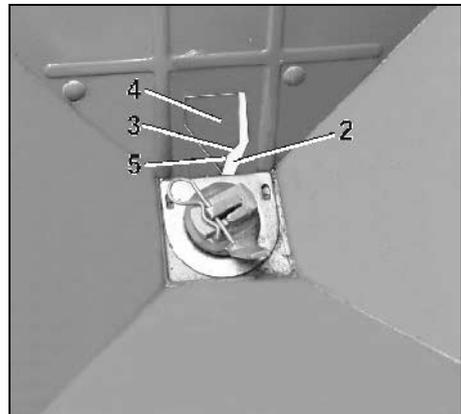

Fig. 62
- Bei dem in Schieberstellung "11" freigegebenen Öffnungsquerschnitt (Fig. 62/2) muss die Kante (Fig. 62/3) des Schiebers (Fig. 62/4) genau die untere Ecke (Fig. 62/5) der Auslauföffnung schneiden.